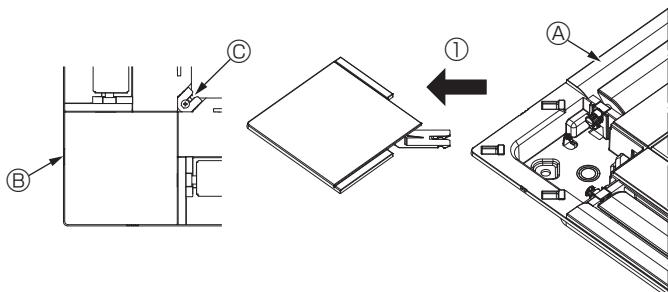

Fig. 5-4
5.2.2. Verwijderen van het hoekpaneel (Fig. 5-4)
- Verwijder de Schroef uit de hoek van het hoekpaneel. Schuif het hoekpaneel zoals aangegeven door pijl ① om het hoekpaneel te verwijderen.